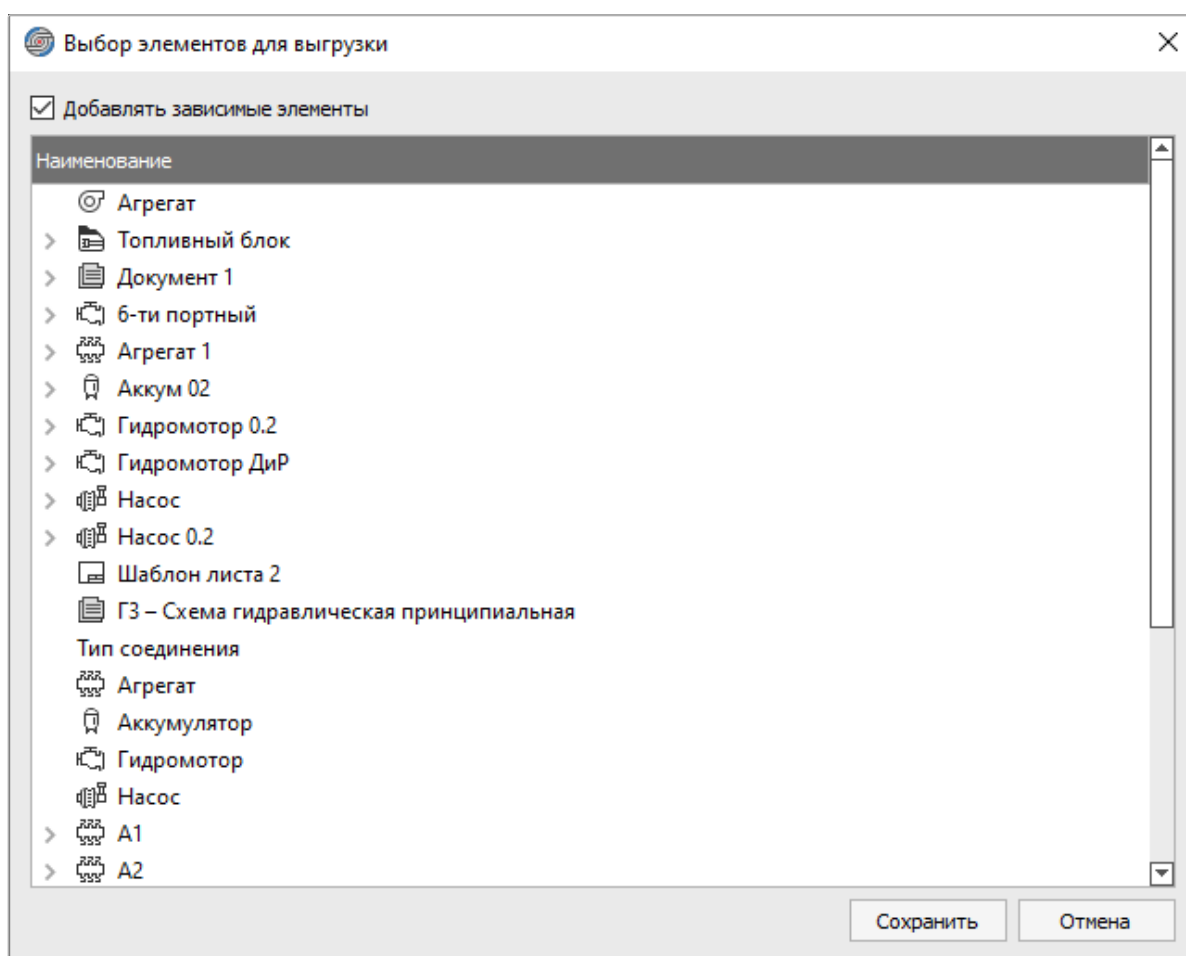

Рисунок 184. Диалоговое окно «Выбор элементов для выгрузки»
- 2) В открывшемся диалоговом окне «Выбор элементов для выгрузки» (см. рисунок 184) при необходимости включить параметр «Добавлять зависимые элементы». При включенном параметре к выгружаемым элементам добавляются подключенные к ним элементы и символы.